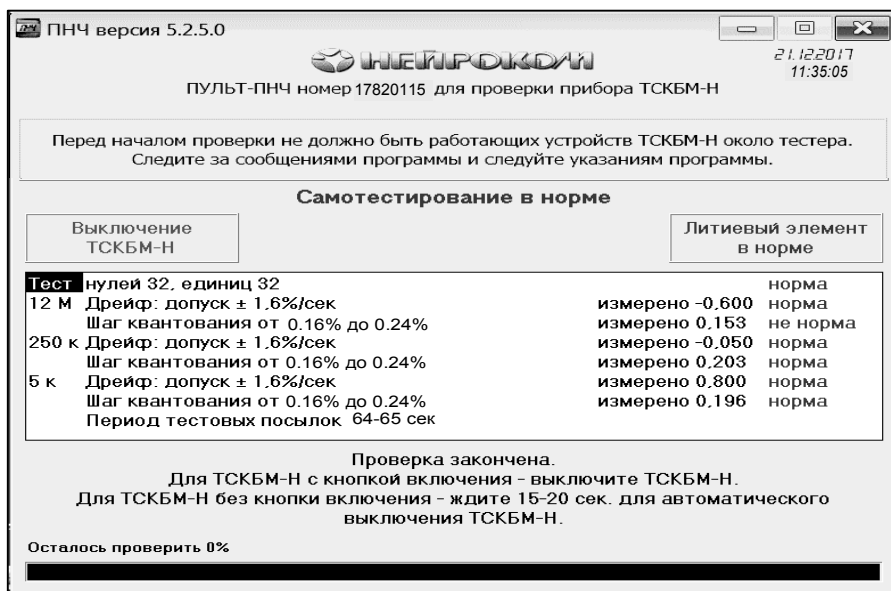

Рисунок 4.7 - Заключительные операции проверки
4.4.7 Заключительные операции проверки. Когда проверка завершится, по указанию программы (рисунок 4.7), выполните заключительные операции: